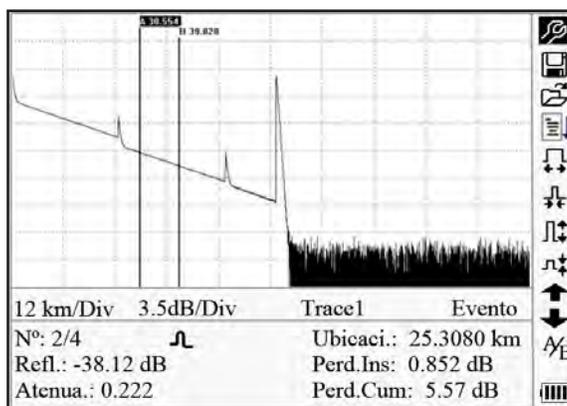
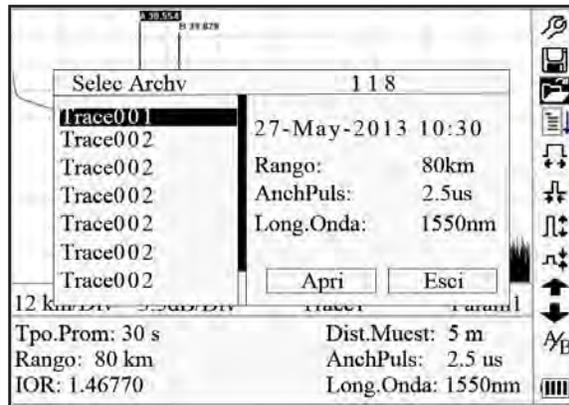

Figura 4-4. Medición de trazo
Figura 4-7. Navegar trazos guardados
Nota: después de un cierto periodo de tiempo, el trazo se muestra en la GUI. El trazo en la figura a continuación es un trazo durante la medición, que se actualiza cada cierto periodo de tiempo para mostrar todo el proceso en tiempo real. Pero al final de la medición, el trazo se completará, como se muestra en la figura 4-4.
En la GUI (figura 4-4) presione **↩** y los elementos de la ventana de información se mostrarán en este orden: parámetros de medición → información de análisis → lista de eventos → información de marcadores A/B → información de fibra → parámetros de medición.
En la GUI (figura 4-4) presione **↩** hasta que aparezca la información de la lista de eventos en la ventana de información.
En la GUI (figura 4-4) utilice **▲** y **▼** para resaltar **A/B**, y después presione **Enter** (Ingresar) para cambiar entre los marcadores A/B.
En la GUI (figura 4-4) presione **↩** para cambiar la ventana de información a información de marcadores A/B.
1. En la GUI (figura 4-4) utilice **▲** y **▼** para resaltar **↕** y después presione **Enter** (Ingresar) para alejar el trazo horizontalmente.
En la GUI (figura 4-4) utilice **▲** y **▼** para resaltar **↕** y después presione **Enter** (Ingresar) para acercar el trazo horizontalmente.
1. En la GUI (figura 4-4) utilice ▲ y ▼ para resaltar ↱ y después presione **Enter** (Ingresar) para alejar el trazo verticalmente.
En la GUI (figura 4-4) utilice ▲ y ▼ para resaltar ↱ y después presione **Enter** (Ingresar) para acercar el trazo verticalmente.
1. En la GUI (figura 4-4) utilice ▲ y ▼ para resaltar  y después presione **Enter** (Ingresar) para ingresar (figura 4-6).
1. En la GUI (figura 4-4) utilice ▲ y ▼ para resaltar , y después presione **Enter** (Ingresar) para confirmar (figura 4-7).